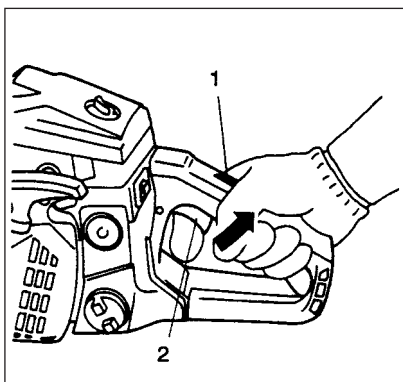

Fig. 2-4B
4. Cuando usted escucha el sonido del motor que quiere arrancarse, con el activador de seguridad (2) apretado tirando el activador de estrangulación (4). Esto soltará el regulador de estrangulación de la posición de arranque a la posición de operación, y regresará la perilla de estrangulador a la posición de arranque automáticamente. (Fig. 2-4B)